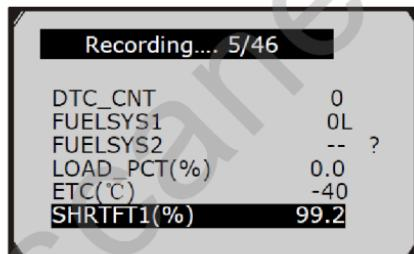

Рис. 5.26
- 5) Ожидать появления кода неисправности для включения записи или нажать кнопку **OK**, чтобы приступить к записи (рис. 5.26).
- 7) Ожидать появления кода неисправности для начала записи или нажать кнопку **OK**, чтобы приступить к записи (рис. 5.26).